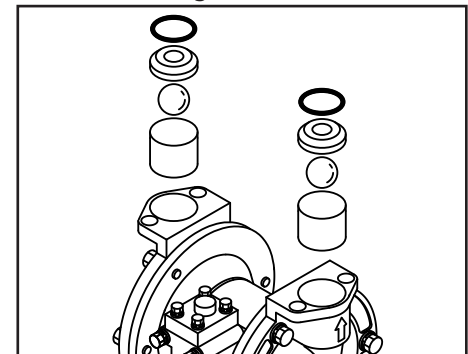

Figura 14
- Retire la bola, el asiento de válvula y el anillo O (consulte la Figura 14).